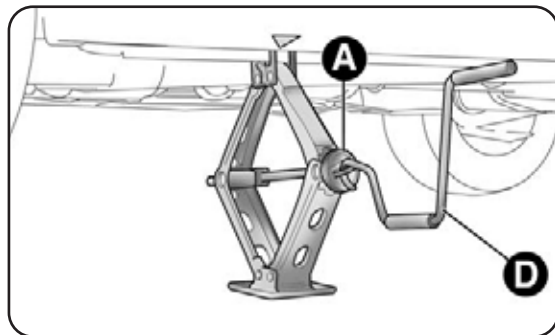
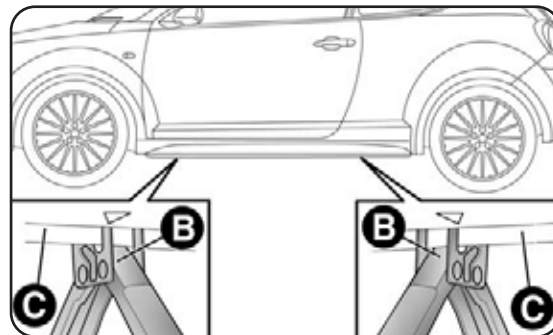

fig. 7
fig. 8
- aziona il dispositivo A-fig. 7 in modo da distendere il cric, sin quando la parte superiore B-fig. 8 si inserisce correttamente all'interno del dispositivo C;
- inserisci la manovella D-fig. 7 nella sede sul dispositivo A, aziona il cric e solleva la vettura, sino a quando la ruota si alza da terra di alcuni centimetri, quindi rimuovi la ruota danneggiata;
- aziona la manovella D-fig. 7 del cric in modo da abbassare la vettura. Successivamente estrai il cric;